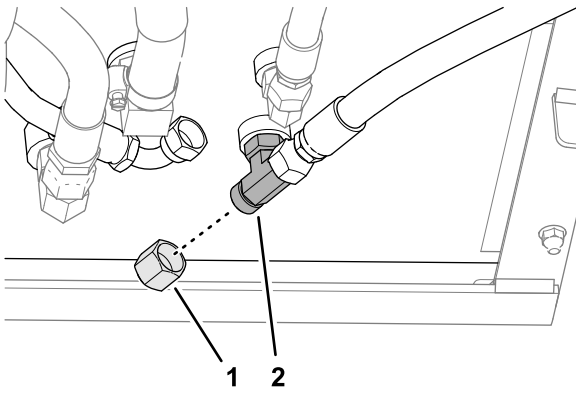

Figura 58
2. Instale la tapa en el acoplamiento en T, como se muestra en la Figura 58.